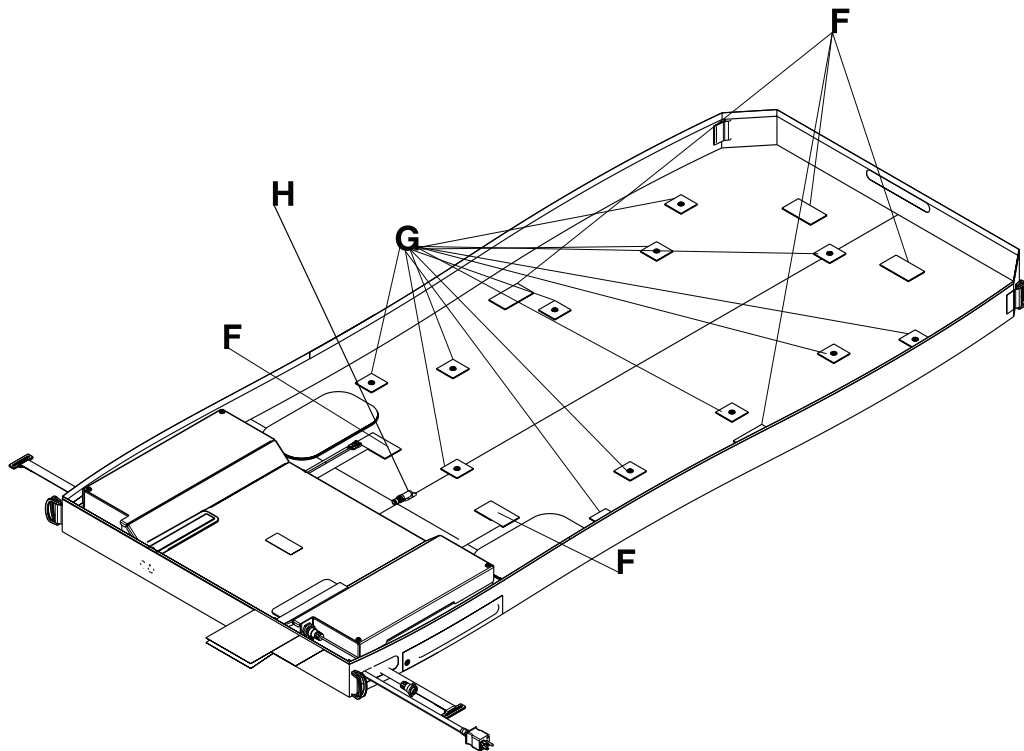

Figure 2-11 : Attaches Velcro® et loquets de l'assemblage de cellules
16. En commençant par le côté tête de la surface d'appui, séparer les six attaches Velcro® de la housse inférieure (F) (Figure 2-11 à la page 2-33).
17. En procédant délicatement, désenclencher les douze loquets et séparer les attaches Velcro® des côtés gauche et droit de la poche de rotation (G) (Figure 2-11 à la page 2-33).
19. Débrancher le raccord rapide du tuyau d'évacuation (H) de la poche de rotation (Figure 2-11 à la page 2-33).